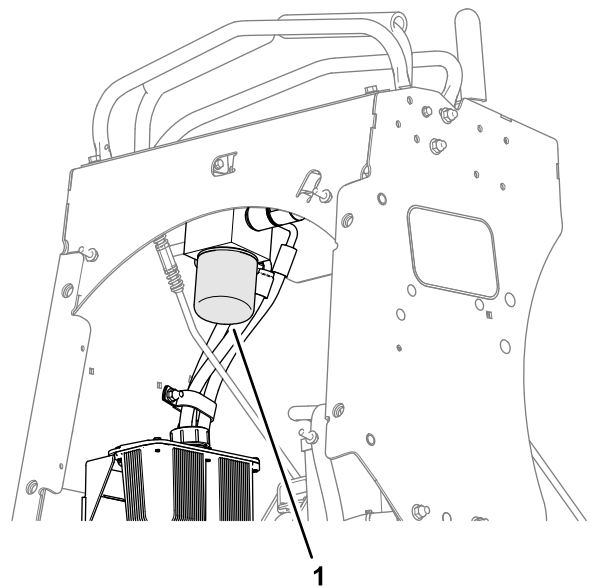

Figure 52
1. Dévissez et déposez le filtre, puis vidangez l'huile (Figure 52).
3. Vissez le filtre dans le sens horaire jusqu'à ce que le joint en caoutchouc rejoigne l'adaptateur, puis vissez-le encore de $\frac{2}{3}$ à $\frac{3}{4}$ de tour (Figure 52).